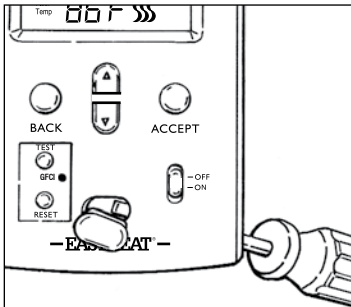

Fig. 3
2. Pop out the Screw Cover by gently pushing from behind, with a screwdriver, see Figure 3.
2.   l'aide du tournevis fourni, soulever le cache-vis en le poussant délicatement par l'arrière (voir la figure 3).